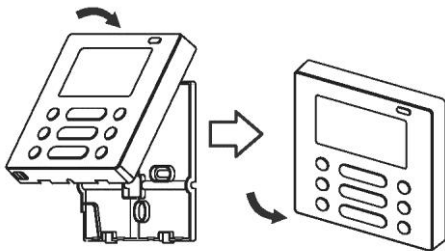

Fig. 3-11
- När du har justerat det övre höljet och spänt fast det måste du undvika att klämma sladdarna under installationen. (Fig. 3-11)